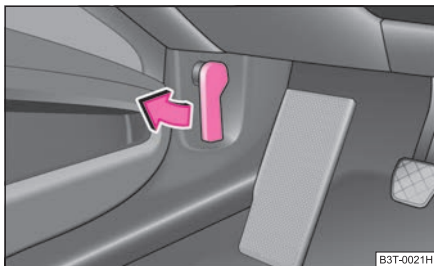

Abb. 185 Entriegelungshebel für Motorraumklappe
- Ziehen Sie am Entriegelungshebel unterhalb der Schalttafel auf der Fahrerseite ⇒ Abb. 185.
- Entriegeln Sie die Motorraumklappe ⇒ Abb. 185.